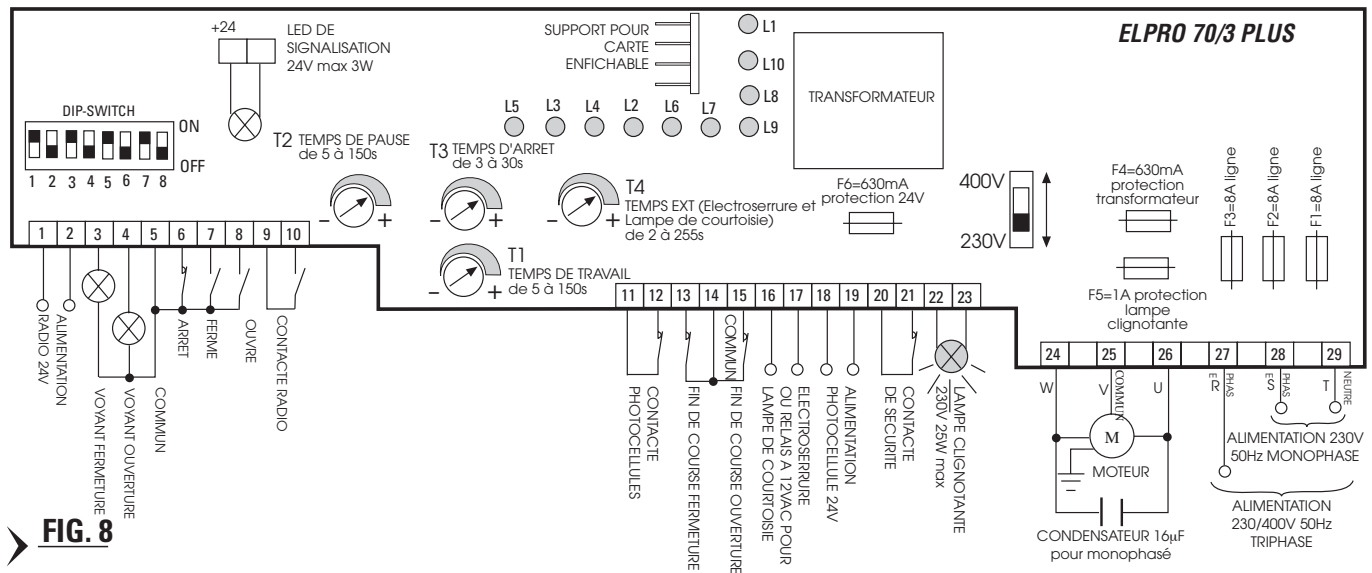

FIG. 8
- Les raccordements électriques au moteur doivent être effectués selon le schéma inclus dans les programmeurs (Fig.7 et Fig.8). Pour inverser le sens de rotation du moteur électrique il faut inverser la phase 1 avec la phase 2, lorsque le **commun reste fixe** dans sa borne (Fig.10).